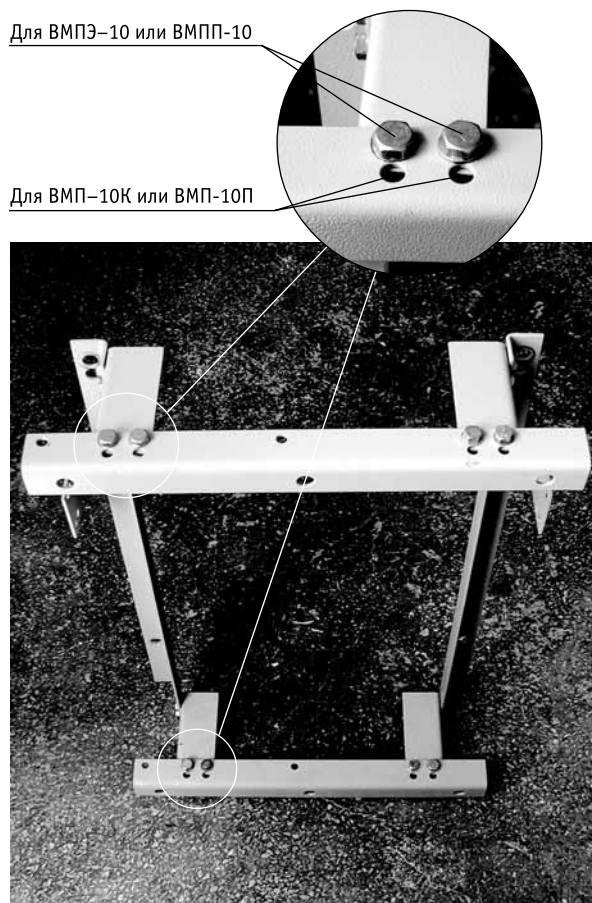

Рисунок 13
- Собрать из элементов КМ раму (рис. 13);